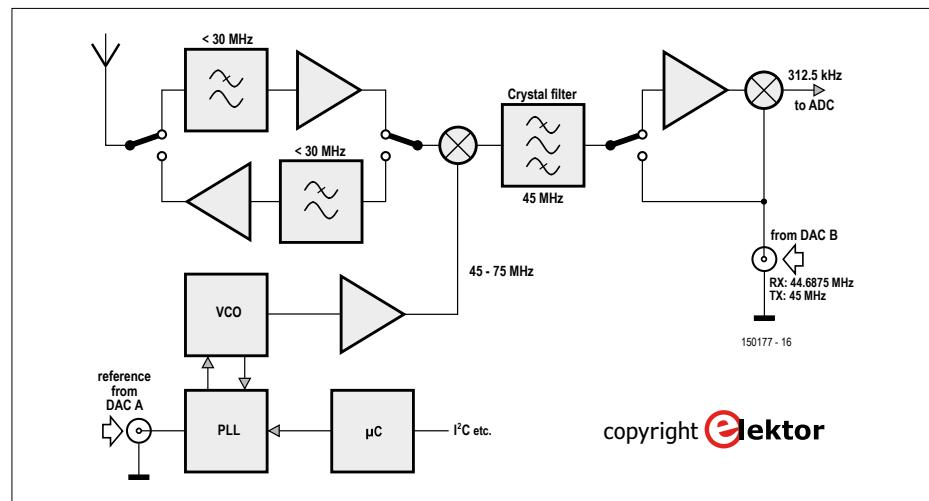

Figure 3. Synoptique d'une carte radio additionnelle.
Pour la réception des OC, on peut se construire une radio simple comme à la **figure 3**. On fait passer le signal d'antenne par un filtre passe-bas avant de l'amplifier. En le mélangeant avec le signal d'un oscillateur local (LO) issu du CN/A A, on convertit vers 45 MHz, la fréquence voulue, puis on l'envoie à un filtre à quartz. On amplifie le signal à fréquence intermédiaire (IF) avant de l'appliquer à un second mélangeur qui le convertit vers une nouvelle FI centrée sur 312,5 kHz (nous y reviendrons) à l'aide d'un second oscillateur local fourni par le CN/A B. Le second signal FI est alors numérisé par le CA/N et transmis au FPGA où il sera traité et finalement démodulé dans la gamme audio.